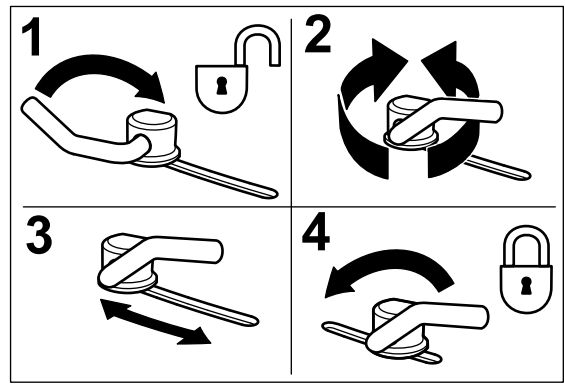

Figura 15
1. Ajuste os bloqueios do excêntrico, rodando a alavanca para cima para libertar o bloqueio do excêntrico (Figura 15).
3. Rode novamente a alavanca para apertar o abafador e os bloqueios do excêntrico (Figura 15).